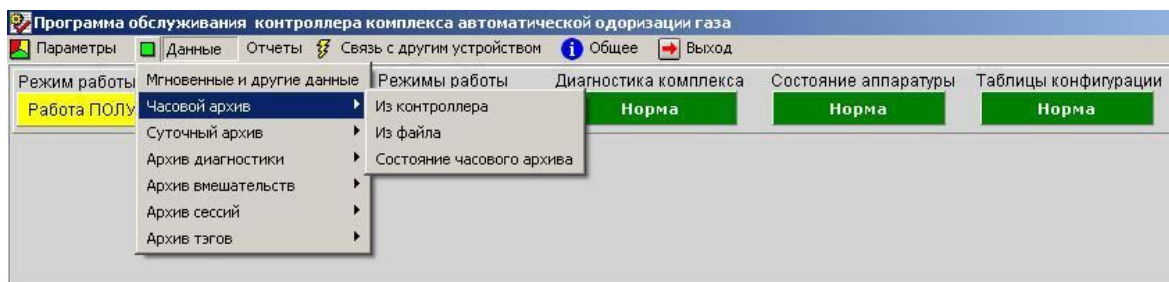

Рисунок 4.
2. Пункт «Данные» (Рисунок 4.).